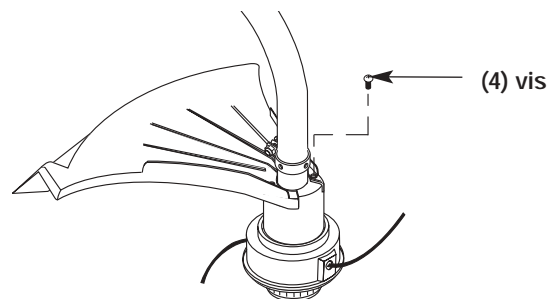

Fig. 4
3. Installez les quatre (3) vis à l'aide d'un tournevis à empreinte cruciforme (Fig. 4).